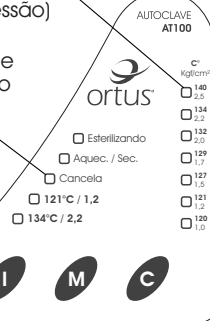

Fig. 11
- ▶ Verifique se a voltagem da autoclave coincide com a voltagem da rede elétrica do local de instalação. Para tanto, observe a voltagem indicada no rótulo de identificação que se encontra na parte traseira do equipamento. Consulte "Como Identificar sua Autoclave" (Fig. 11, pág. 30).
- 4 ▶ **ESCALA DE LEDS INDICATIVOS DE PRESSÃO / TEMPERATURA** - É onde são visualizadas as informações relativas à pressão e temperatura da autoclave. Localiza-se na parte esquerda do teclado de controle, (Fig. 11);
- 5 ▶ **LEDS INDICATIVOS DE FUNÇÃO** - É onde são visualizados as informações relativas à função e modos de esterilização da autoclave, localiza-se na lateral direita da membrana (fig. 11);